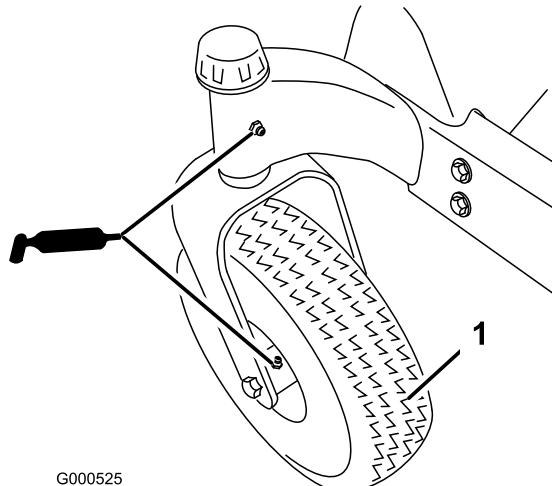
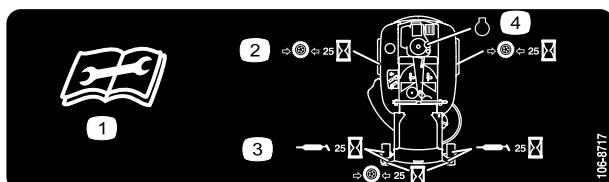

Figura 19
Figura 20
3. Pulite i raccordi d'ingrassaggio (Figura 19 e Figura 20) con un cencio, e togliete eventuali tracce di vernice davanti ai raccordi.
4. Collegate un ingrassatore a pressione a ciascun ingrassatore (Figura 19 e Figura 20). Pompette del grasso nel raccordo finché non inizia a fuoriuscire dai cuscinetti.
Ingrassate i perni delle ruote orientabili anteriori e le ruote (Figura 19).